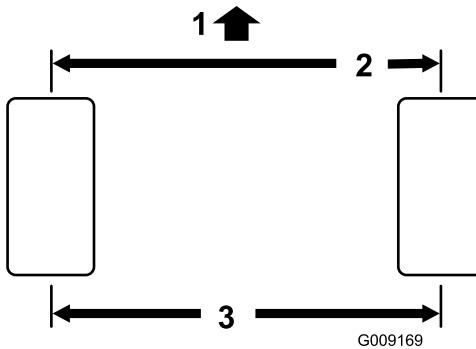

Figura 46
2. Mida la distancia entre centros (a la altura del eje) en la parte delantera y trasera de los neumáticos de dirección (Figura 46).